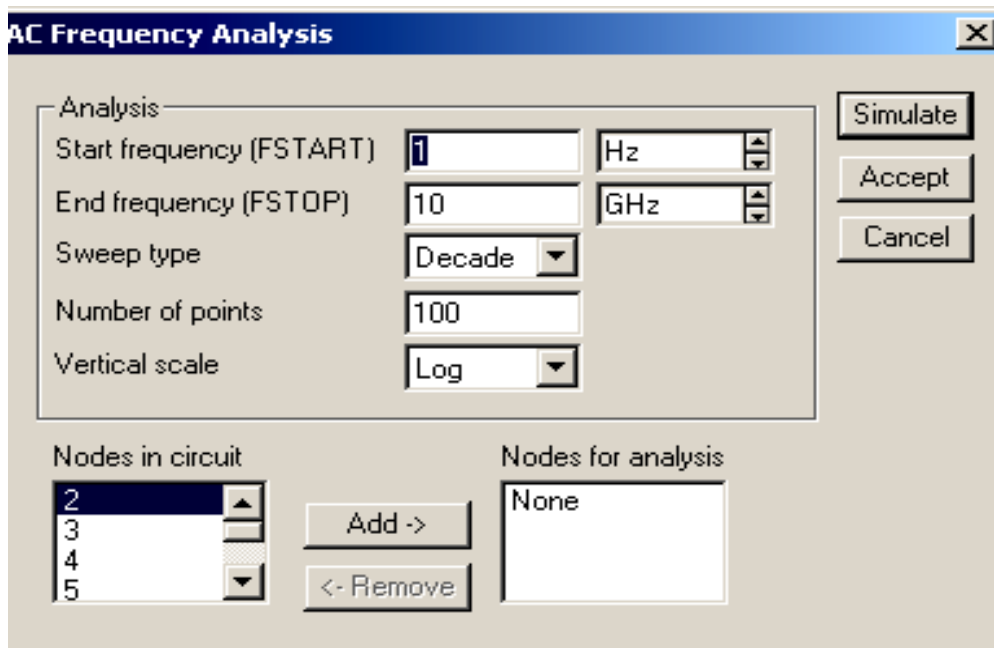

Рис. 1.9
7. **AC Frequency...** – розрахунок частотних характеристик. Виконання аналізу починається з установок у діалоговому вікні **AC Frequency Analysis** (Рис. 1.9). Перед початком проведення дослідження встановлюються діапазон частот, якій досліджується, тип вертикальної шкали, а також указуються ті вузли, для яких необхідно виконати обчислення частотних характеристик. Більш детально особливості установок будуть пояснені у відповідних лабораторних роботах.